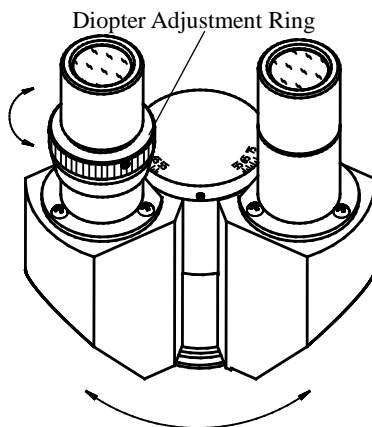

Fig. 8
3. Ajuste dióptrico e Inter pupilar (Fig.8)